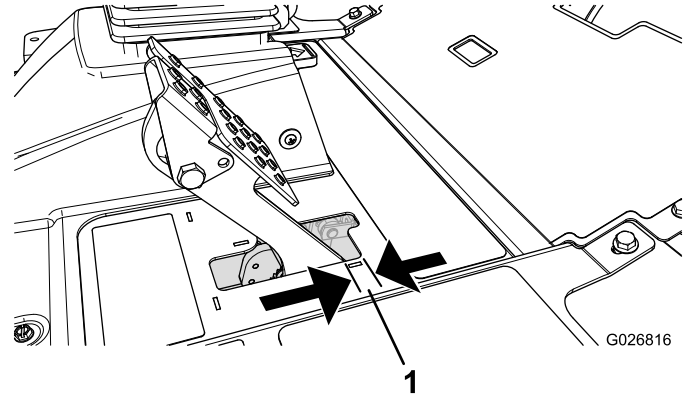

図 66
ブレーキペダルの「遊び」図 66が 2.5cm 以上となったり、強く踏み込まないとブレーキの効きが悪いと感じられるようになったら、調整を行ってください。遊びとは、ブレーキペダルを踏み込んでから抵抗を感じるまでのペダルの行きしろを言います。
2. 後ナットを締めてケーブルを後方に移動させて、ホイールがロックする前のブレーキペダルの遊び 図 66 が 613mm なるように調整する。